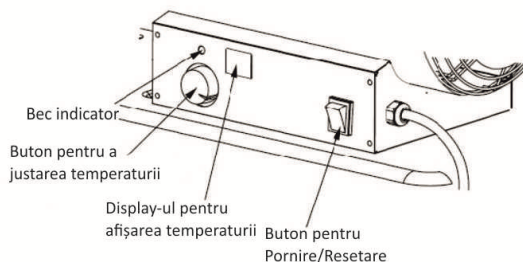

Figura 5. Panoul de Control
4. Ajustați temperatura dorită cu ajutorul butonului pentru setare a temperaturii. Intervalul este între 5°C și 45°C. Apăsăți butonul pentru Pornire și setați-l în poziția "ON" (Vedeți figura 5). Becul indicator se va aprinde, iar încălzitorul va porni.